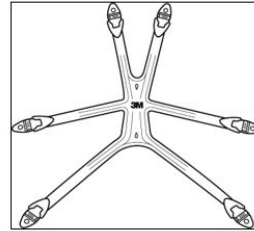

Fig.21
3. Coloque el arnés para la cabeza hacia abajo sobre una superficie plana, con el logotipo de 3M hacia arriba (Fig. 21).